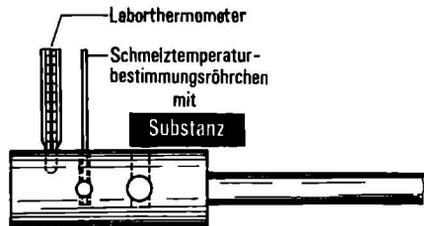

Abb. 1
1. Ein Schmelztemperaturbestimmungsröhrchen wird etwa 0,5 cm hoch mit der Substanz gefüllt und in die entsprechende Bohrung des Heizblocks (Abb. 1) eingeführt.